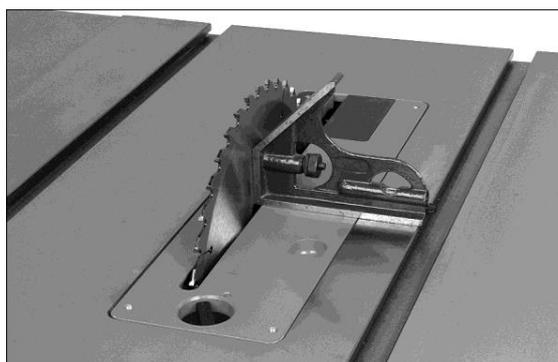

Рис. 7-2
4. Положите на стол угольник и проверьте, чтобы угол между столом и диском составлял 90° . См. Рис. 7-2. Убедитесь, что угольник полностью прилегает к поверхности диска и не касается его зубьев.